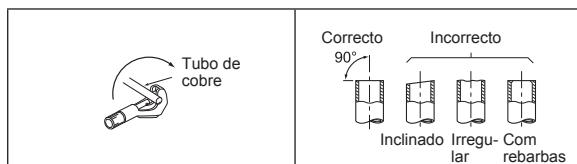

Fig. 1
- 1) Corte o tubo de cobre correctamente com um cortador de tubos.(Fig. 1, 2)